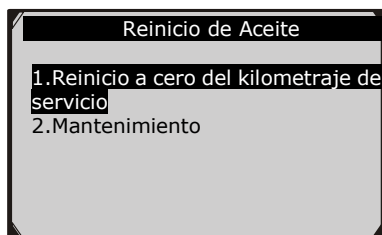

Figura 9.11
- ✓ En el menú **Reinicio de Aceite** (Figura 9.11), seleccione la función **Mantenimiento** y presione el botón **OK**. La pantalla mostrará la información de mantenimiento preestablecida del vehículo. Los elementos de información varían con vehículos diferentes.